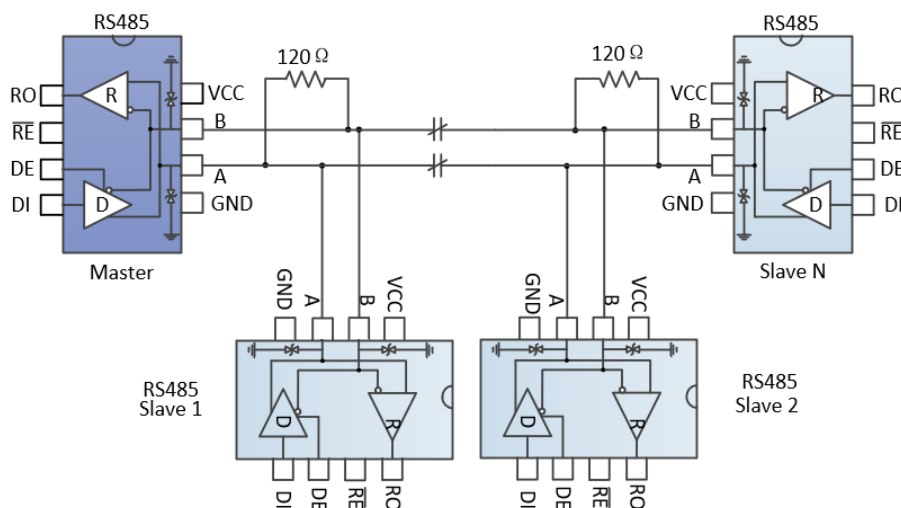

图 9 总线式 RS485 半双工通讯网络
4.1 总线式组网：SN65HVD72DR RS485 收发器设计用于多点总线传输线上的双向数据通信。图 9 显示了典型网络应用电路。这些器件也能用作电缆长于 4000 英尺的线性转发器，为减小反射，应当在传输线两端以其特性阻抗进行终端匹配，主干线以外的分支连线长度应尽可能短。